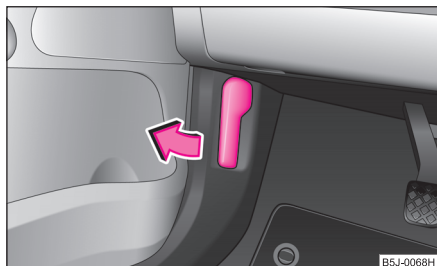

Fig. 144 Maneta de deblocare a capotei motorului
- Trageți maneta de deblocare din parte stângă de sub bord ⇒ fig. 144.
- Deblocați capota motorului ⇒ fig. 144.